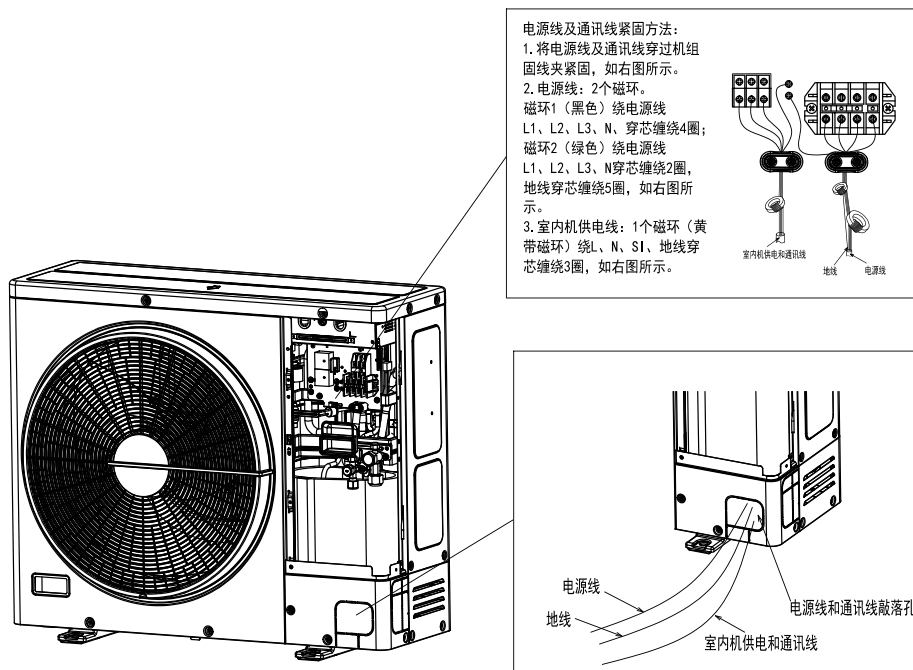

图7.2 120机型室外机接线示意图
- (1) 打开室外机维修盖；
- (2) 用螺丝刀卸下端子排下方的固线夹；
- (3) 将电源线穿过电控箱的接线孔和固线夹，连接电源线和地线到电控箱内相应端子上，具体接线见示意图7.2、7.3。电源线必须连接到漏电保护器，电源线规格参见表7.1，表7.2。
- (4) 盖好维修盖。